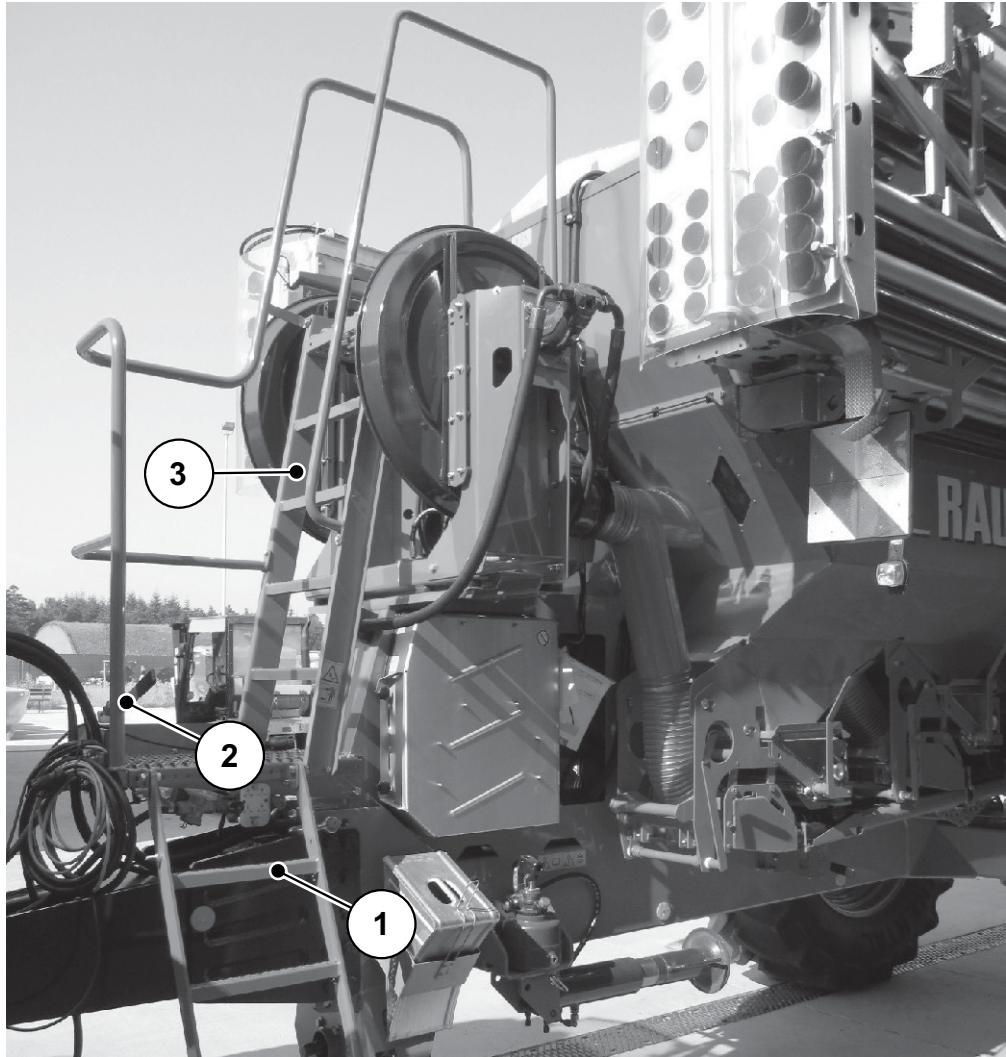

Рисунок 6.6: Лестница на машине AGT 6000
Существует 2 варианта подсоединения, на Рис. 6.6 показан вариант для тягово-сцепного устройства с шаровой головкой.
2. Подключите гидравлическую линию для блока управления (Рис. 6.6: позиция 2).
3. Подключите свободную линию обратного хода (Рис. 6.6: позиция 4).
4. Подключите линии для управления брезентовым тентом (Рис. 6.6: позиция 3).
5. Подключите пневматическую линию управления (Рис. 6.6: позиция 5) к желтой муфте (только для тормозной системы с пневматическим приводом).
6. Подключите пневматическую линию питания (Рис. 6.6: позиция 6) к красной муфте (только для тормозной системы с пневматическим приводом).
8. Подсоедините кабель ISO к розетке устройства ISOBUS (Рис. 6.6: позиция 7) в задней части трактора.
9. Подсоедините штекер системы освещения (Рис. 6.6: позиция 8).
10. Подсоедините штекер COBO для радиатора в кабине трактора (линия на Рис. 6.6: позиция 9).